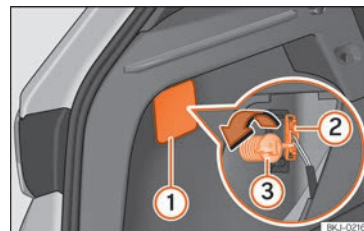
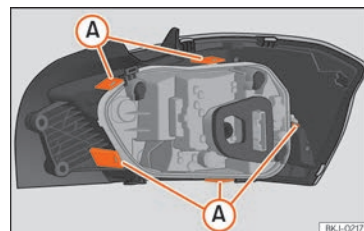

Abb. 58 Gepäckraum: Zugang zur Befestigungsschraube der Heckleuchte.
Abb. 59 Befestigungslaschen Rückseite Heckleuchte.
- Hebeln Sie die Abdeckung an der Aussparung »» **Abb. 58** ① mit dem flachen Teil des Schraubendrehers ab.
- Ziehen Sie den Stecker von der Lampe ② ab.
- Schrauben Sie mit der Hand oder mit Hilfe eines Schraubendrehers die Befestigungsschraube der Leuchte ③ heraus.
- Bauen Sie den Lampenträger aus, indem Sie die Befestigungslaschen »» **Abb. 59** A entriegeln.